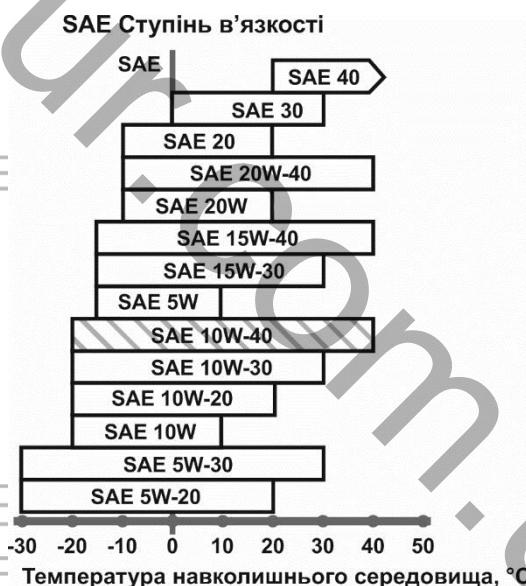

Рисунок 23. Діаграма залежності типу мастила від температури середовища
4. Після напрацювання двигуном 50 годин замініть мастило, попередньо здійснивши додаткову промивку картера двигуна: влийте 14,0 л мастила і дайте можливість попрацювати двигуну на протязі 5–10 хвилин. Злийте промивальне мастило, замініть мастильний фільтр і влийте свіже моторне мастило. Використовуйте для промивки мастило, виходячи з температури навколошнього середовища. (див. рис. 23).